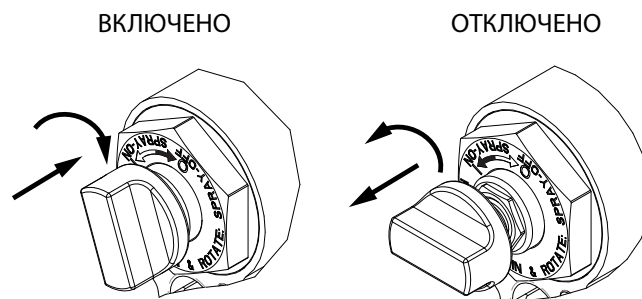

Рис. 6: Плунжерный предохранитель
- Включите плунжерный предохранитель. См. Рис. 6.
Нажмите ручку и поверните ее по часовой стрелке. После включения предохранителя работа пистолета будет заблокирована. См. Рис. 6.
Нажмите ручку и поворачивайте ее против часовой стрелки, пока она не будет вытолкнута. Между ручкой и корпусом пистолета образуется зазор. См. Рис. 6.
1. Включите плунжерный предохранитель. См. Рис. 6.
1. Включите плунжерный предохранитель (G). См. Рис. 6.